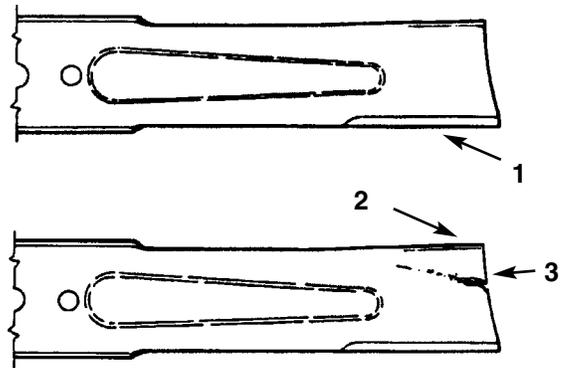

Bild 34
2. Die Schnittkanten untersuchen (Bild 34). Wenn die Kanten stumpf geworden sind oder Auskerbungen aufweisen, den/die Messerbalken entfernen und schärfen; siehe *Schärfen des/der Messerbalken(s)*.
3. Den/die Messerbalken kontrollieren, besonders den geformten Bereich (Bild 34). Wenn Sie irgendwelche Defekte, Anzeichen von Abnutzung oder Bildung von Langlöchern in diesem Bereich feststellen (Bild 34), sofort einen neuen Messerbalken montieren.